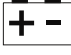

Fig. 9
3. 將溫度轉接做 T10 標示有“+”符號的插頭插入 VΩ Hz μA °C °F 插座，標示有“-”符號的插頭插入 COM 插座。(如 Fig. 9)